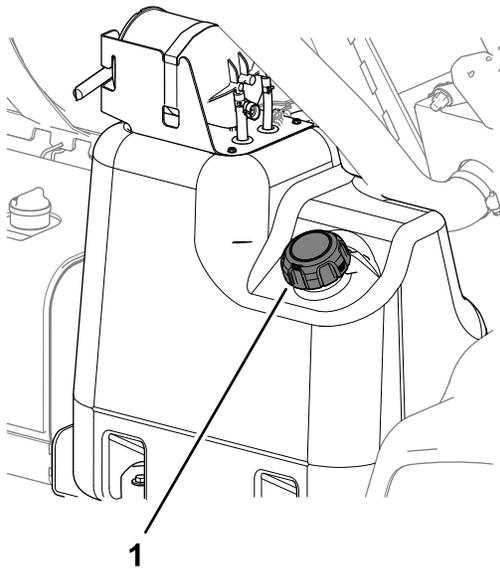

Bild 17
2. Reinigen Sie den Bereich um den Tankdeckel (Bild 17).